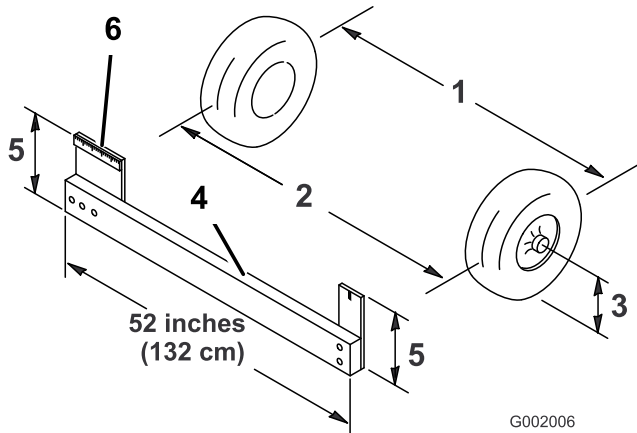

Figura 61
- Mida la distancia entre los neumáticos delanteros a la altura del eje, en la parte delantera y trasera de las ruedas (Figura 61). Es necesario utilizar una plantilla para medir la distancia entre la parte trasera de las ruedas delanteras a la altura del eje. Utilice la misma plantilla para medir con precisión la parte delantera de las ruedas delanteras a la altura del eje (Figura 61).